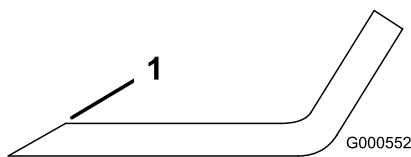

Bild 83
- Schärfen Sie die Schnittkante an beiden Enden des Schnittmessers mit einer Feile (Bild 83).
Hinweis: Feilen Sie, wenn das Schnittmesser nicht ausgewuchtet ist, vom Flügelbereich des Messers etwas Metall ab (Bild 83).